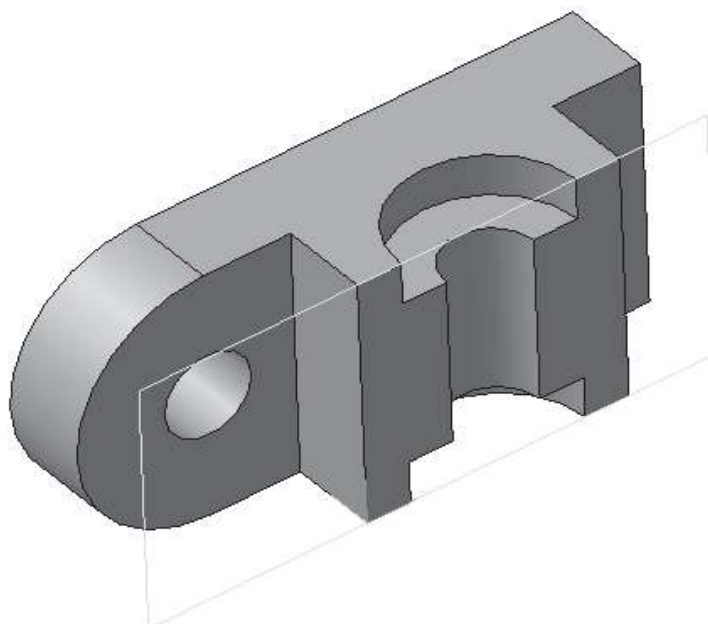

Рис. 14.23
-  – создайте объект (рис. 14.23).